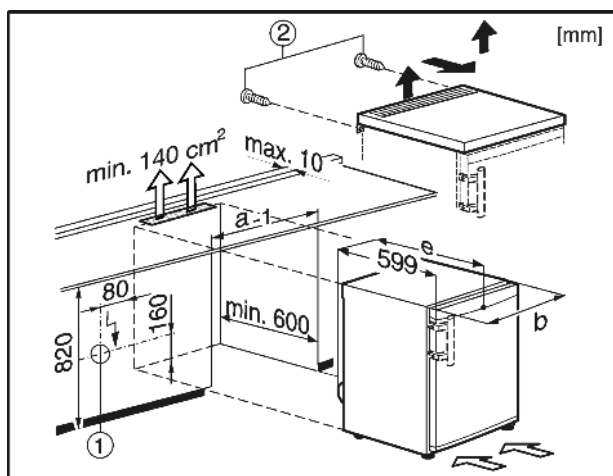

Fig. 7
Wtyczka Fig. 7 (1) musi znajdować się poza obrysem urządzenia i musi być łatwo dostępna.
- ▶ odkręcić śruby Fig. 7 (2) z tyłu.